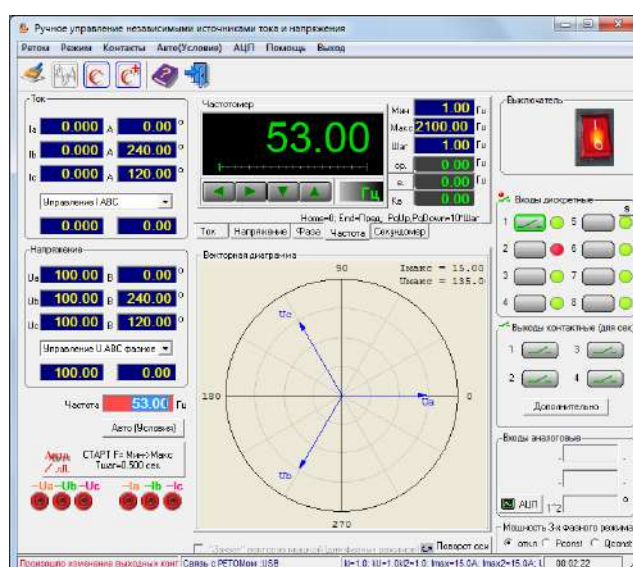

Рисунок 5.11 – Срабатывание первой ступени ЗМЧ в ручном режиме
- При срабатывании реле производится щелчок РП–11 (отключается автоматический выключатель), на дисплее отображается сообщение «Макс./Мин. частота» и загорается светодиод L8, L9, в окне проверки «Ручное управление» в поле дискретных сигналов цвет цифрового светодиода меняется с зеленого на красный (рис. 5.11, 5.12, 5.13).